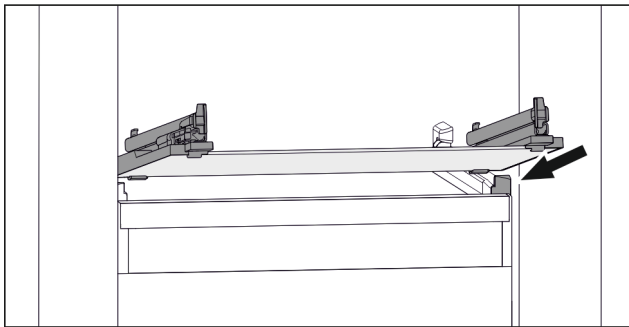

Fig. 142 Cam plakanın örnek gösterimi
- Cam plakayı durdurucuların çapraz arkasına yerleştirin. (bkz. Fig. 142)